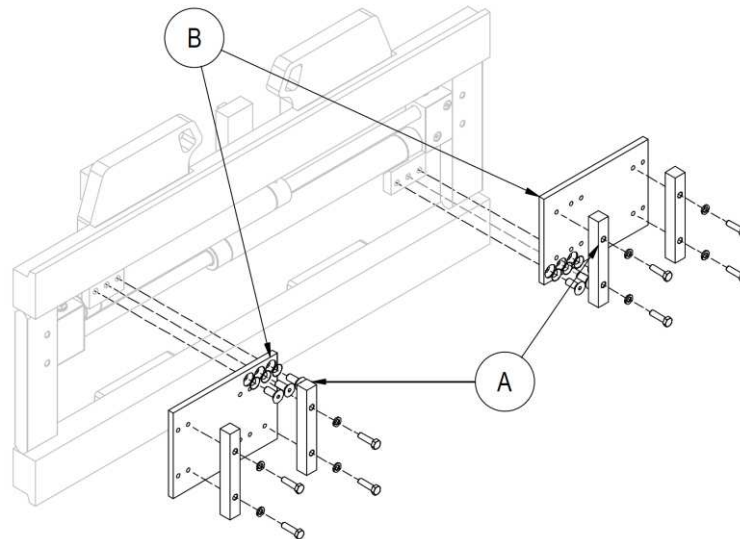

Figura 27
2. Dopo aver rimosso le forche (vedi 7.2 a pag.32), rimuovere i fermi forza **A** e successivamente i piattelli di trascinamento **B** (vedi *Figura 27*; nelle seguenti figure viene indicata solamente l'attrezzatura 575, ma la procedura per rimuovere i cilindri a cassa viaggiante è la medesima per tutte).